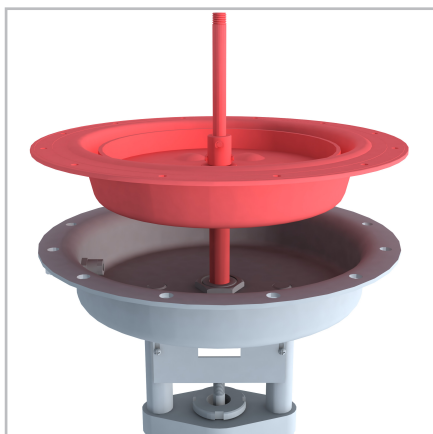
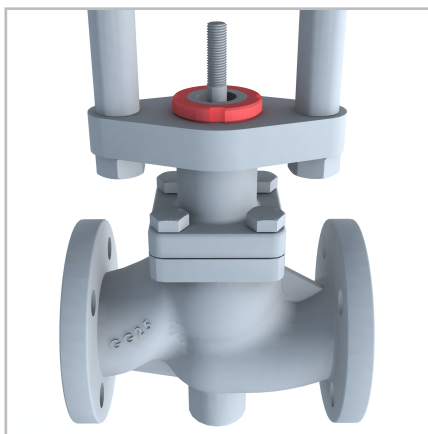
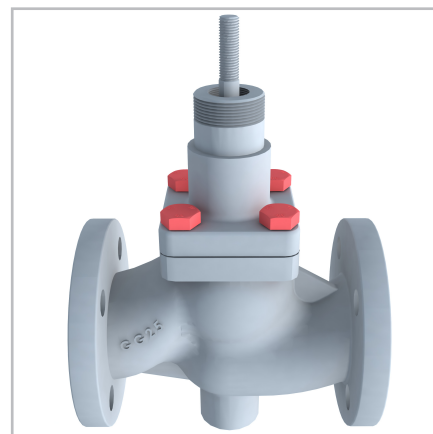
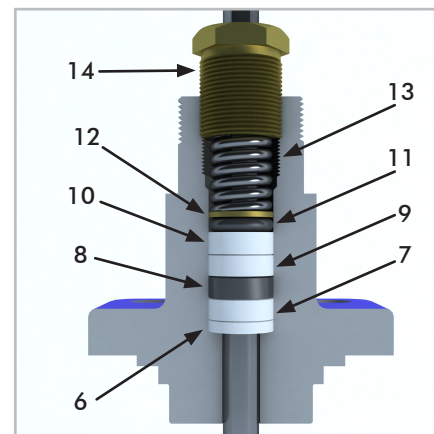

figura 1
figura 2
figura 3
figura 5
2. Desatornillamos los dos tornillos que sujetan la placa de características (ref.24) y retiramos dicha placa.
4. Desenroscamos las tuercas de los tornillos cortos (ref.37), dejando los tornillos largos (ref.38) para el último momento, pues son los que mantienen los resortes (ref.35) tensados en el interior del accionamiento. Cuando desenrosque estos últimos, procure que la tapa ascienda lo máximo de uniforme posible y retírela.
5. Una vez la tapa del accionamiento (ref.36) se haya retirado y se haya apartado el conjunto de resortes (ref.35), se deberá proceder a retirar el conjunto de membrana; el cual se compone del apoyo membrana (ref.29), la membrana (ref.28). Para sacarlo, desenrósquelo completamente girando todo el conjunto y tire de él sin temor (véase figura 1).
6. Retiramos el indicador de apertura (ref.17) y la tuerca de fijación (ref.16).
7. Mediante una llave de gancho, desatornillamos la tuerca tipo KM (ref.15), retirándola del todo (véase figura 2).
8. Seguidamente retiramos el soporte del actuador (ref.22). Para facilitar dicho proceso, se recomienda retirarlo haciendo movimientos semicirculares y tirando verticalmente de él.
9. Aflojamos la tuerca prensaestopas (ref.14), retirándola del todo.
10. Aflojamos i retiramos los 4 tornillos (ref.5) que mantienen unido el cuerpo de la válvula (ref.1) con el alojamiento de la empaquetadura (ref.4); (véase figura 3).
11. Con la ayuda de un cortafríos con el hilo matado y un martillo grande, golpeamos con cuidado pero con firmeza por las 4 caras de la válvula, colocando dicho cortafríos justo en la hendidura que vemos entre el alojamiento de la empaquetadura (ref.4) y el cuerpo de la válvula (ref.1), intentando no penetrar demasiado, pues se corre el riesgo de romper la base de la junta. Seguidamente extraemos el alojamiento de la empaquetadura del orificio del cuerpo, procurando que suba por igual de los cuatro lados.
4. Colocamos los anillos de la empaquetadura nuevos (incluidos en el kit de reparación) en el mismo orden con el que hemos sacado los antiguos (ver figura 5). Es importante colocar los anillos de uno en uno para que queden bien asentados, tomando como referencia el tope de fondo que hagan al entrar.
5. Una vez entrado el conjunto de la estopada (ref.6 a ref.10), impregnamos generosamente la parte cilíndrica del obturador (ref.3) con grasa y colocamos la junta tórica (ref.11), seguida de la arandela de latón de la empaquetadura (ref.12); (véase figura 5).
6. Introducimos el resorte prensaestopas (ref.13) y seguidamente roscamos el tornillo prensaestopas (ref.14), previamente engrasado, hasta la mitad.
7. Terminado el proceso anterior, aplicamos una capa de grasa en la parte superior del cuello de la tapa del alojamiento de la empaquetadura (ref.4). Hecho esto colocaremos el soporte del activador (ref.22), de forma que éste encaje con la parte engrasada antes mencionada. Lo conseguiremos haciéndolo girar a izquierda y derecha hasta su perfecto ensamblaje, teniendo en cuenta que el racord (ref.25) debe quedar alineado en el lado de la vía de entrada de fluido.
8. Introducimos la tuerca de tipo KM (ref.15) por encima del eje y la colocamos justo en la parte superior roscada de la tapa de alojamiento de la empaquetadura (ref.4). Dicha parte roscada deberá estar impregnada también de grasa. Mediante una llave de gancho atornillamos la KM, siempre procurando que el soporte del activador siga alineado con las vías del cuerpo (véase figura 2).
9. Seguidamente enroscamos la tuerca (ref.16) al eje hasta el final e introducimos también el indicador de apertura (ref.17) en dicho eje.
10. Seguidamente procederemos a colocar el conjunto de membrana. Dicho elemento se compone del apoyo membrana (ref.29), la membrana (ref.28) y el alargo del accionamiento (en caso de tener mando manual). En primer lugar impregnaremos de grasa la parte inferior del casquillo del conjunto. Seguidamente lo introduciremos suavemente por la guía del vástago (ref.19), el cual estará unido al soporte del activador (ref.22). Lo introduciremos al mismo tiempo que lo hacemos girar para no dañar las juntas tóricas que hay en el interior de la guía (figura 1).
11. Hecho esto haremos descender todo el conjunto y lo haremos girar para atornillarlo al eje. Lo atornillaremos hasta el final, procurando que los agujeros de la membrana (ref.28) queden alineados con los del soporte del activador (ref.22) y que los planos que hay en la parte inferior del vástago activador se sitúen hacia fuera ligeramente a un lado para poder sujetarlos cómodamente con la llave.
1. Desatornillamos los dos tornillos que sujetan la placa de características (ref.24) y retiramos dicha placa.
2. Si la válvula está equipada con mando manual de emergencia, se deberá desenroscar la tuerca (ref.42) (rosca izquierda) a la vez que se sujeta el alargamiento por los planos correspondientes.
3. Desenroscamos las tuercas de los tornillos cortos (ref.38), dejando los tornillos largos (ref.39) por el último, pues son los que mantienen los resortes tensados en el interior del accionamiento. Cuando desenrosque estos últimos, procure que la tapa ascienda lo máximo de uniforme posible y retírela.
4. Una vez la tapa del accionamiento (ref.37) se haya retirado, y se haya separado el conjunto de resortes (ref.36), se deberá proceder a retirar el conjunto de membrana; el cual se compone del apoyo membrana (ref.30) y la membrana (ref.29). Para sacarlo, desenrózquelo completamente girando todo el conjunto y tire de él (véase figura 1).
5. A continuación sujetamos fuertemente el conjunto de membrana por la parte del vástago activador (ref.27) al tornillo del banco de trabajo. Dicho tornillo debe estar equipado con mordazas blandas, de forma que el conjunto quede bien sujeto y no se raye.
6. Retiramos el pasador que esté más cerca de la membrana y desenroscamos la tuerca autoblocante (ref.32). A continuación, desmontamos los componentes del conjunto. Estos llevarán restos de sellador anaeróbico tipo CANDAR 13, que hay que retirar y dejar las piezas completamente limpias.
7. Sustituir la membrana y volver a montar todos los componentes aplicando sellador anaeróbico de forma generosa en la zona de contacto entre el vástago activador y la arandela membrana (ref. 27 y 28), y entre la arandela y tuerca autoblocante (ref.31 y 32). Apretamos fuertemente la tuerca autoblocante (ref.31), por último, limpiamos los restos de sellador sobrantes.